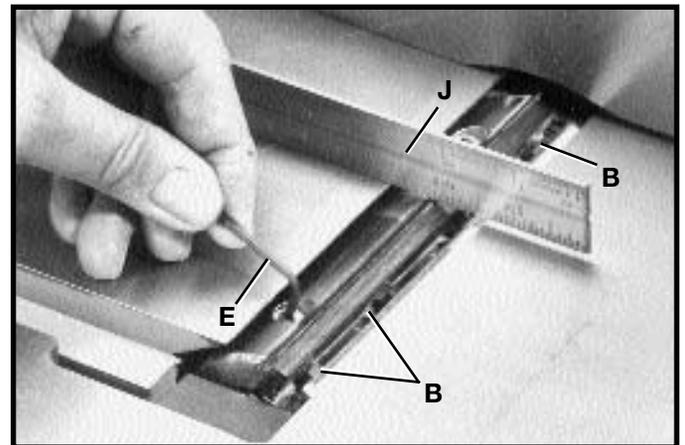

Fig. 61
13. Baje la mesa de alimentación y coloque una regla (J) Fig. 61 sobre la mesa de avance de salida extendiéndose sobre el cabezal de corte, como se ilustra aquí.
14. Gire el cabezal de corte manualmente hasta que la cuchilla esté en su altura máxima a cada extremo del cabezal de corte. Para elevar la cuchilla, utilice la llave (E) Fig. 61 y gire el tornillo de elevación en el sentido de las agujas del reloj hasta que el cuchillo sólo roce con la regla (J) en cada extremo y en el centro del cabezal. Cuando esté seguro de que la cuchilla está debidamente ajustada, apriete los cuatro tornillos de cierre (B) girándolos contra el sentido de las agujas del reloj.